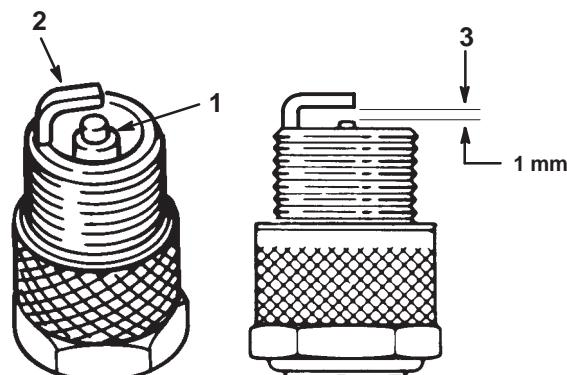

Figure 21
- Inspectez le centre des bougies (Fig. 21). Si le bec de l'isolateur est recouvert d'un léger dépôt gris ou brun, le moteur fonctionne correctement. S'il est couvert d'un dépôt noir, c'est généralement signe que le filtre à air est encrassé.
- Contrôlez l'écartement entre l'électrode centrale et l'électrode latérale (Fig. 21). Courbez l'électrode latérale (Fig. 21) si l'écartement est incorrect.